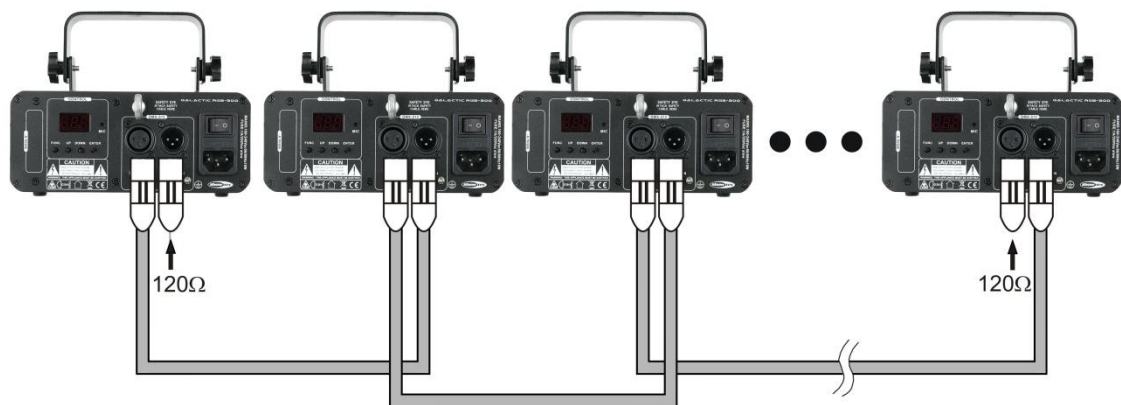

Abb. 3
4. Verbinden Sie die Geräte so wie in (Abb. 3) gezeigt. Verwenden Sie ein DMX-Datenkabel, um die DMX-„OUT“-Buchse des ersten Geräts mit der „IN“-Buchse des zweiten Geräts zu verbinden. Wiederholen Sie diesen Vorgang, um das zweite, dritte und vierte Gerät ebenfalls zu verbinden. Mit dem Master-Gerät stehen Ihnen dieselben Funktionen wie auf Seite 14 beschrieben (Auto-Modus oder Musiktaktung) zur Verfügung. Das bedeutet, dass Sie den gewünschten Operationsmodus am Mastergerät einstellen können und dass dann alle Slave-Geräte genauso reagieren wie dieses Gerät.